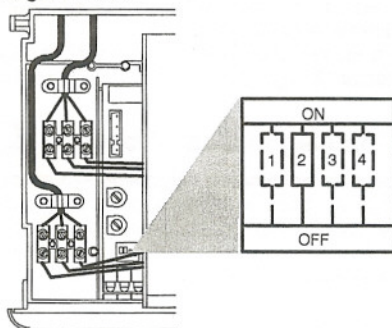

fig. 8.3
- 8 Colocar el micro selector "2" fig. 8.3 en OFF para los gases Butano y Propano, en ON para el gas Natural.